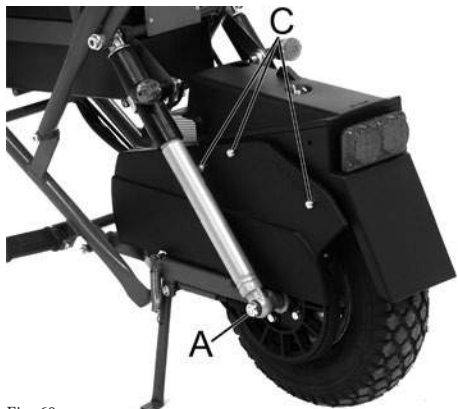

Fig. 60
6.1 Ruota posteriore (Fig. 60+61+62)
6.1 Rear wheel (Fig 60+61+62)
6.1 Hinterrad (Abb. 60+61+62)
6.1 Roue arrière (Fig. 60+61+62)
6.1 Rueda trasera (Fig. 60+61+62)